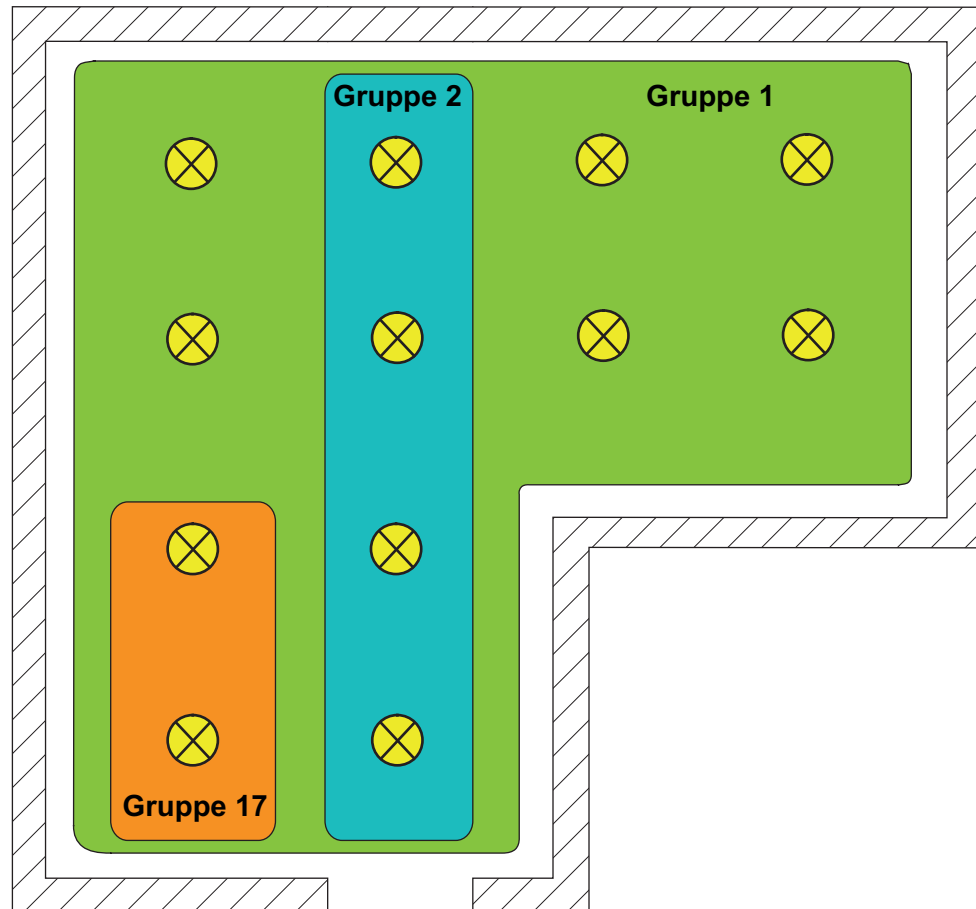

Bild 15: Beispiel einer Mehrfachzuordnung von Betriebsgeräten -
- i** DALI-Betriebsgeräte, die mehreren Gruppen zugewiesen sind, stellen sich immer auf den zuletzt über eine der zugeordneten Gruppen eingestellten Zustand ein. In diesem Fall kann die Rückmeldung des Schaltstatus, des Helligkeitswerts oder der Farbtemperatur einer Gruppe nicht immer eindeutig sein. Die folgenden Beispiele verdeutlichen dieses Verhalten (Bild 15):